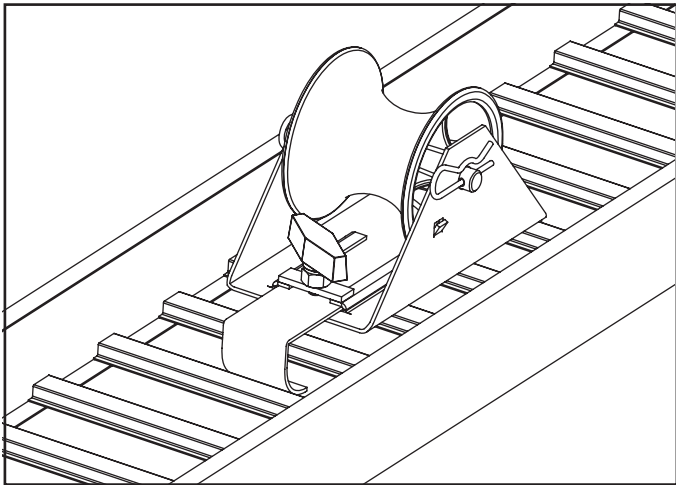

Figure 1
- Attacher le galet au chemin de câbles comme indiqué aux Figures 1 à 4 ci-dessus, en tirant la patte coulissante comme il se doit pour atteindre le barreau de chemin de câbles souhaité.